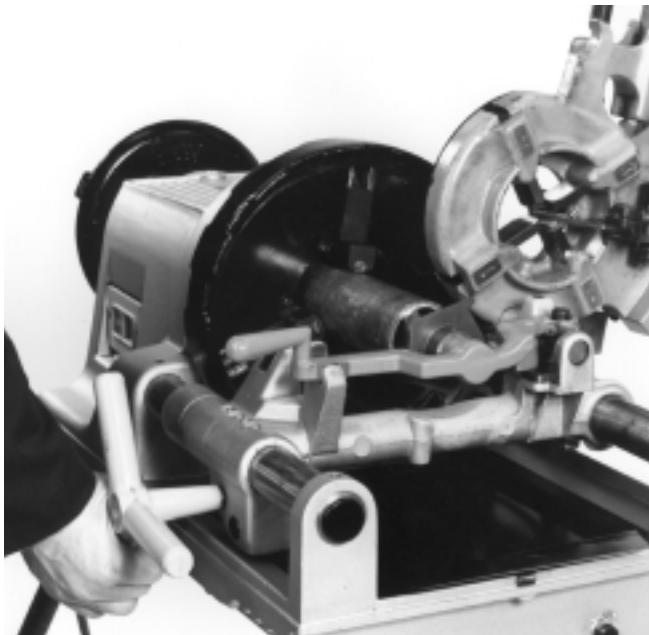

Figura 6 – El escariado de un tubo con la Escariadora No. 743
(Figura 6)
1. Con la cortadora y el cabezal de terrajas en sus posiciones de **UP** (arriba), gire la escariadora a su posición de funcionamiento. (Figura 6)